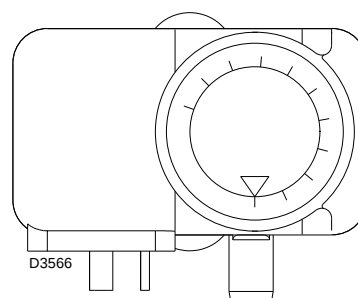

Fig. 6
5.3 Regolazione pressostati (Fig. 6)